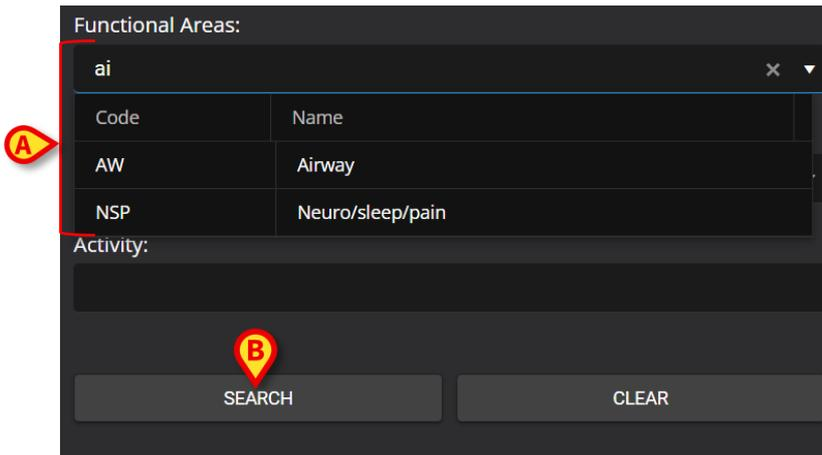

Fig 98
Es posible filtrar por área funcional, problema o actividad. Escriba el texto que desea buscar en los campos o seleccione el elemento correspondiente en las listas desplegables disponibles (Fig 98 **A**).
- Haga clic en **Search** (Buscar) (Fig 98 B).